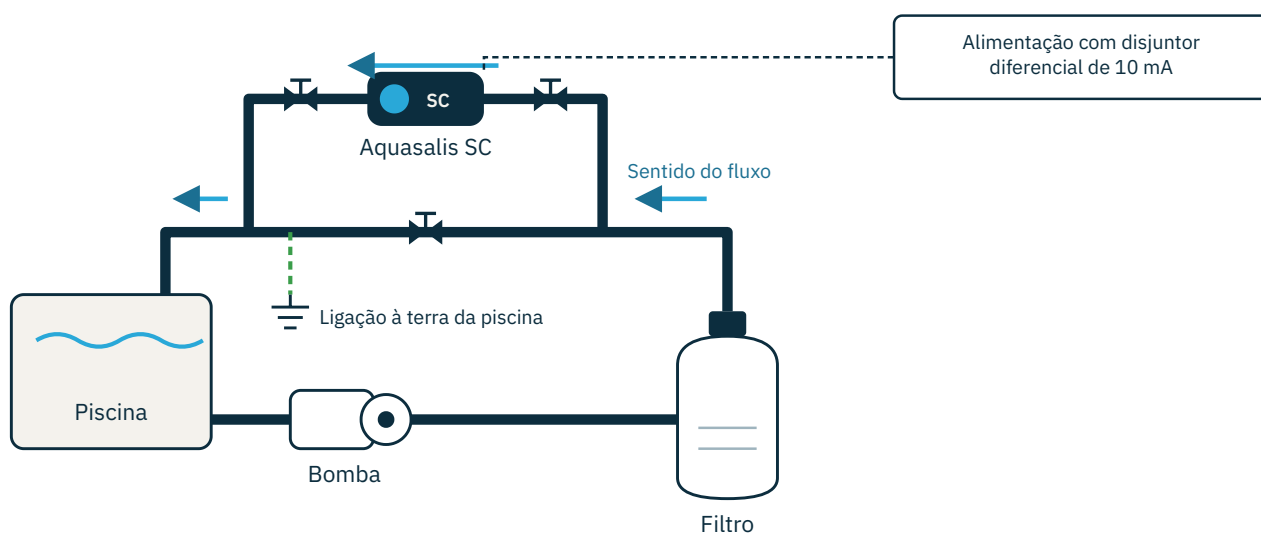
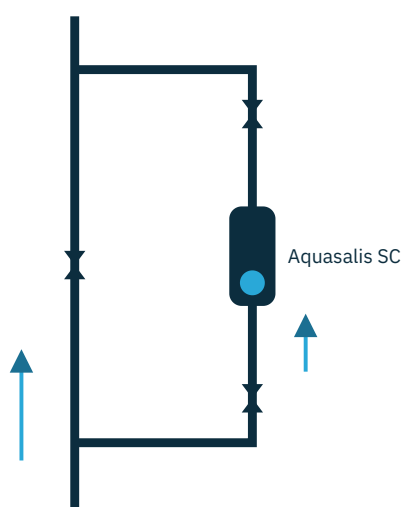

Figura 1 — Instalação horizontal com bypass
Figura 2 — Instalação vertical: a água circula de baixo para cima
3. A instalação sem bypass é possível se a sua bomba tiver um caudal inferior a 10 m³/h, mas um bypass é vivamente recomendado para que o circuito hidráulico possa ser isolado. Se o caudal da bomba for superior a 10 m³/h, é obrigatório um bypass com uma válvula regulável na tubagem principal. Instale o aparelho na linha de retorno que conduz a água do filtro de volta aos bocais de impulsão da piscina, conforme mostrado na Figura 1 (horizontal) e na Figura 2 (vertical).
8. O aparelho pode ser instalado na horizontal (Figura 1) ou na vertical (Figura 2). Numa instalação vertical, a água deve circular de baixo para cima.